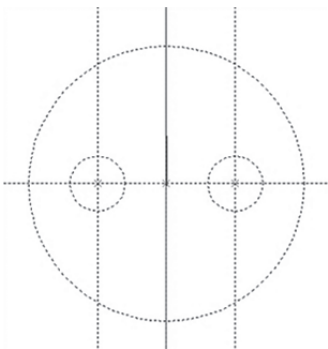

Рисунок 1.2
2. Щёлкните в автоменю «Создать две перпендикулярные прямые и узел» и зафиксируйте положение узла в начале координат. Постройте ещё два узла, отстоящих от начала координат на **50 мм**. Далее постройте три окружности: одну радиусом **100 мм** и две — **20 мм**, щёлкнув по кнопке «Построить окружность» (рис. 1.2). Завершите выполнение команды щелчком на кнопке «Выход из команды» в автоменю.